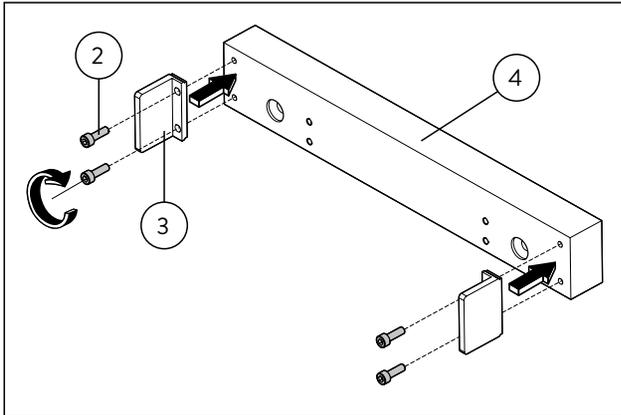

Abb. 9 Stirnabdeckungen montieren
- Die Stirnabdeckungen an die Anschraubplatte schrauben (Abb. 9).